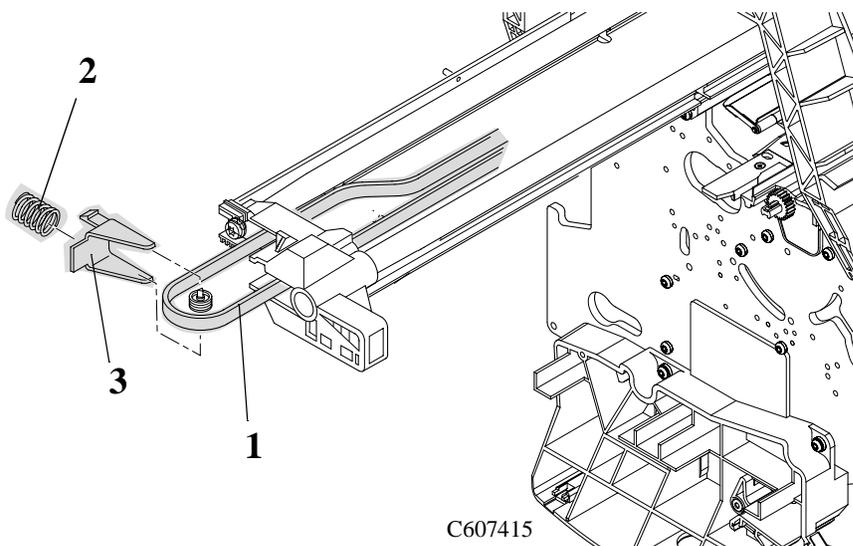
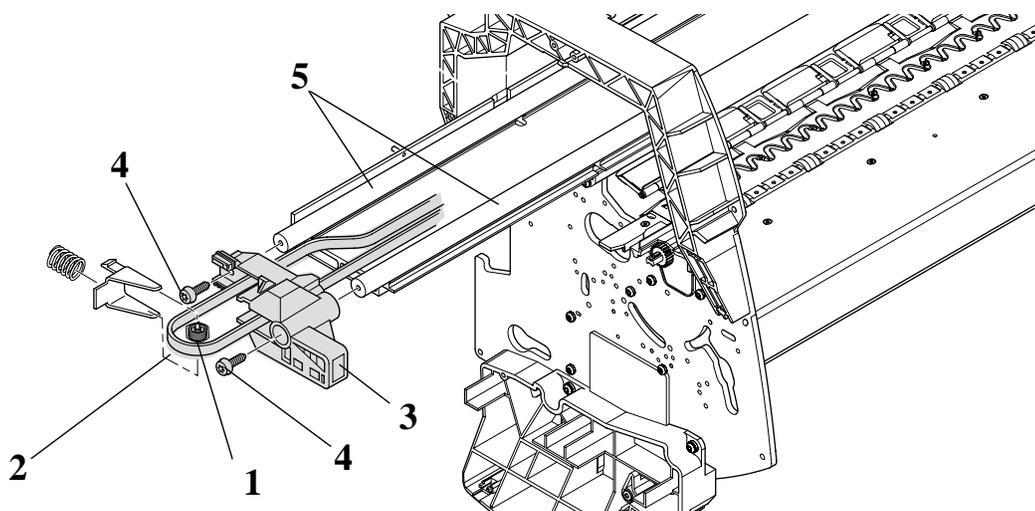

Figura 33: Tensioner Assembly"
Figura 35: "Tensioner Assembly"
Consulte de la Figura 33 a la Figura 35.
2. Para liberar la tensión del "belt" (item 1) del lado izquierdo de la Impresora, apriete el "spring" (item 2) utilizando el "tensioner wedge clip" (item 3) hasta que oiga el "click" cuando esté en su lugar (consulte la Figura 33).
Para los pasos del 4 al 6, consulte la Figura 35.